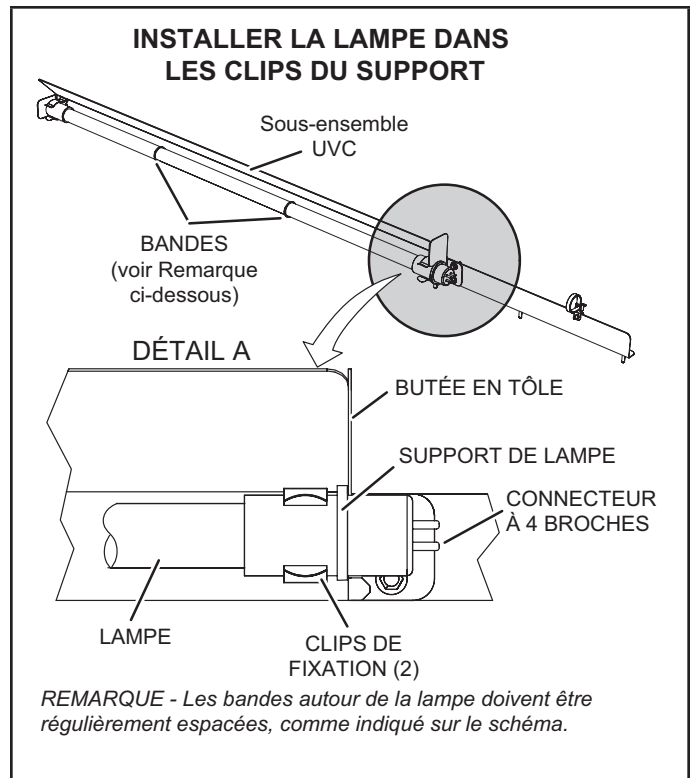

FIGURE 47
- 7 - Porter des gants en coton ou utiliser un chiffon en coton pour manipuler la nouvelle lampe. Placer la nouvelle lampe dans les clips de fixation de l'ensemble UVC. Vérifier que la bride de la lampe située à l'extrémité du connecteur est bien insérée entre le clip de fixation de la lampe et la butée métallique (voir FIGURE 47).